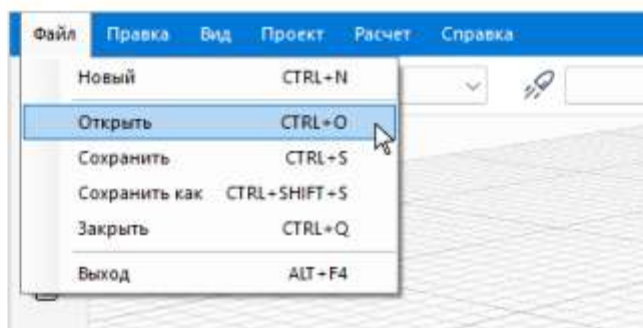

Рисунок 4.3 – Открытие проекта
- выполнив команду **Файл** → **Открыть** (см. Рис. 4.3);